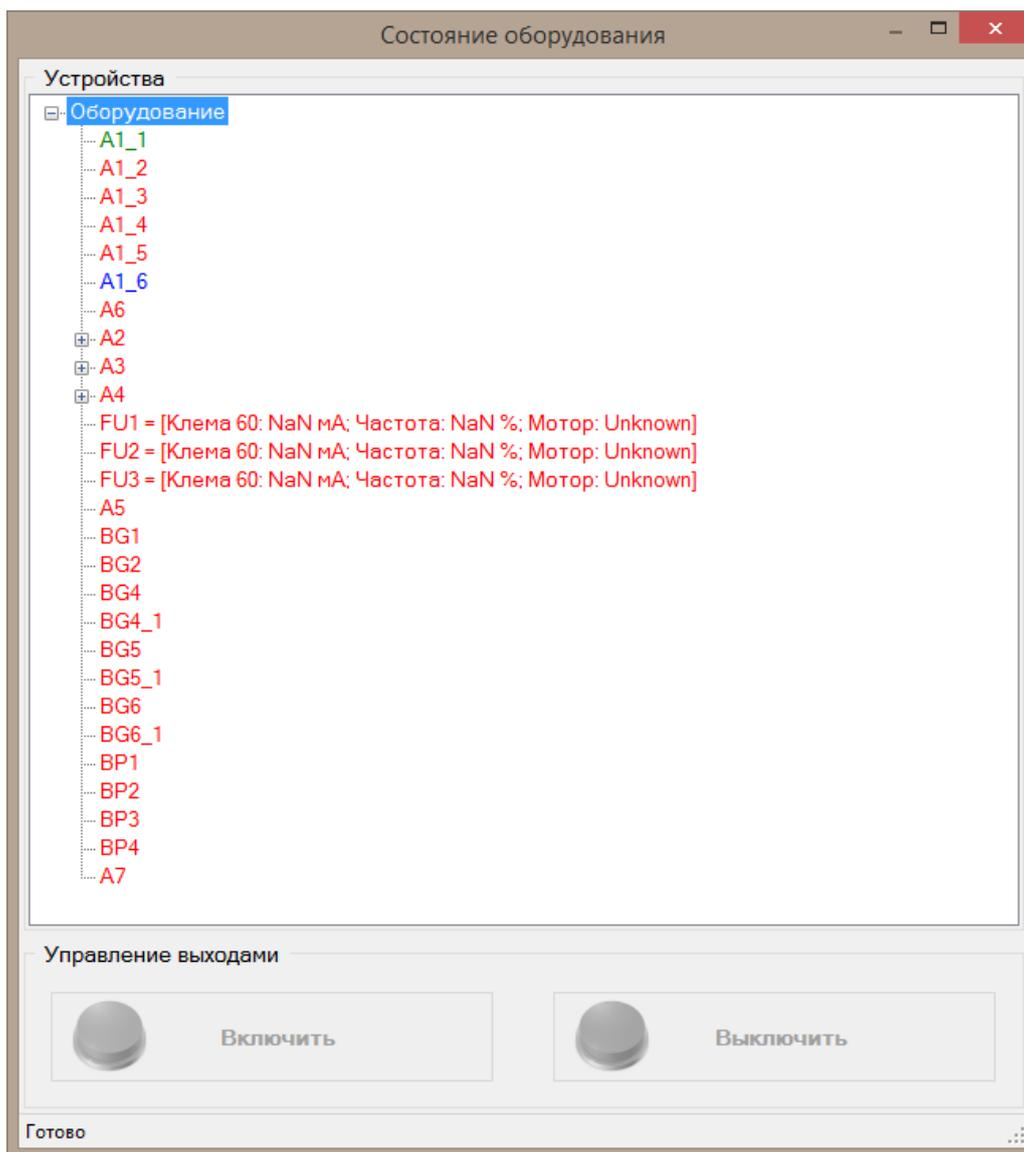

Рисунок 11 – Состояние оборудования
3. «Состояние оборудования» - отображает текущее состояние оборудования установки (рис. 11);